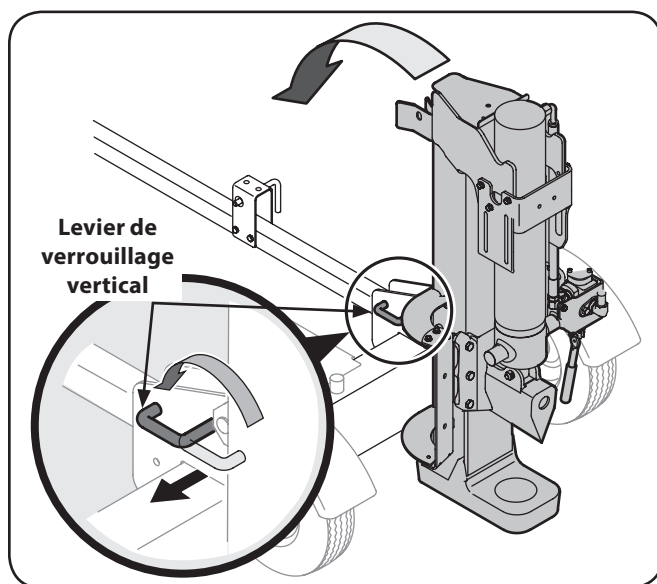

Figure 3-3
12. Retirez le levier de verrouillage vertical de la poutre et tournez-le. Faites pivoter la poutre en position horizontale jusqu'à ce qu'elle s'enclenche pour éviter tout point de pincement. Voir Figure 3-3.